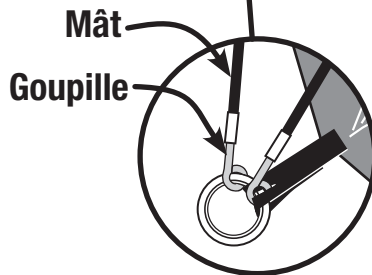

Fig. 8
- Insérez deux goupilles dans les extrémités du mât du vestibule des deux côtés. (Fig. 8)